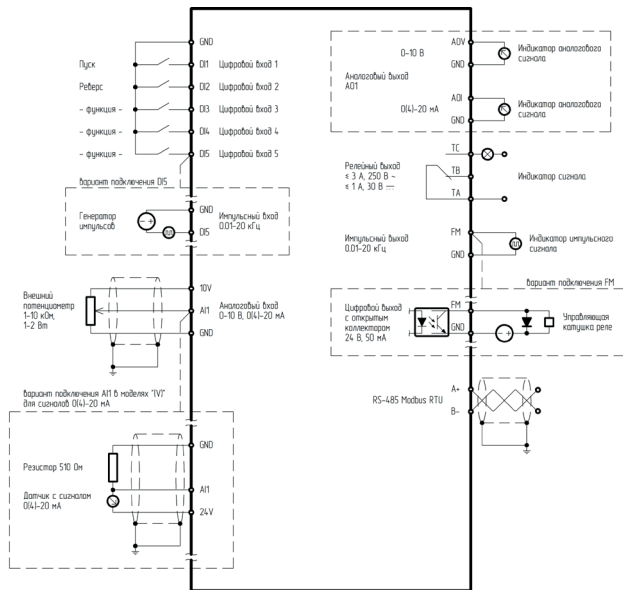

Рисунок 3 – Подключение управляющих клемм
- 1~ 230 (220) В, 50/60 Гц
- 4~ 3~ 400 (380) В, 50/60 Гц
- 3~ 690 (660) В, 50/60 Гц
- В моделях, имеющих (V) на конце, для работы с токовым сигналом аналогового входа необходимо подключить резистор 510 Ом (входит в комплект поставки) согласно схеме подключения (рисунок 3)
AI1	Аналоговый вход. Работает по напряжению в диапазоне 0...10 В и по току в диапазоне 0-20мА (В моделях, имеющих (V) на конце, для работы с токовым сигналом аналогового входа необходимо подключить резистор 510 Ом (входит в комплект поставки) согласно схеме подключения (рисунок 3))